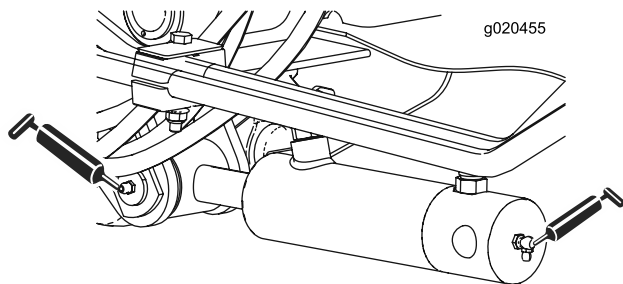

Figure 64
- 2 (de chaque côté) bagues de vérin de bras de levage (Figure 64)